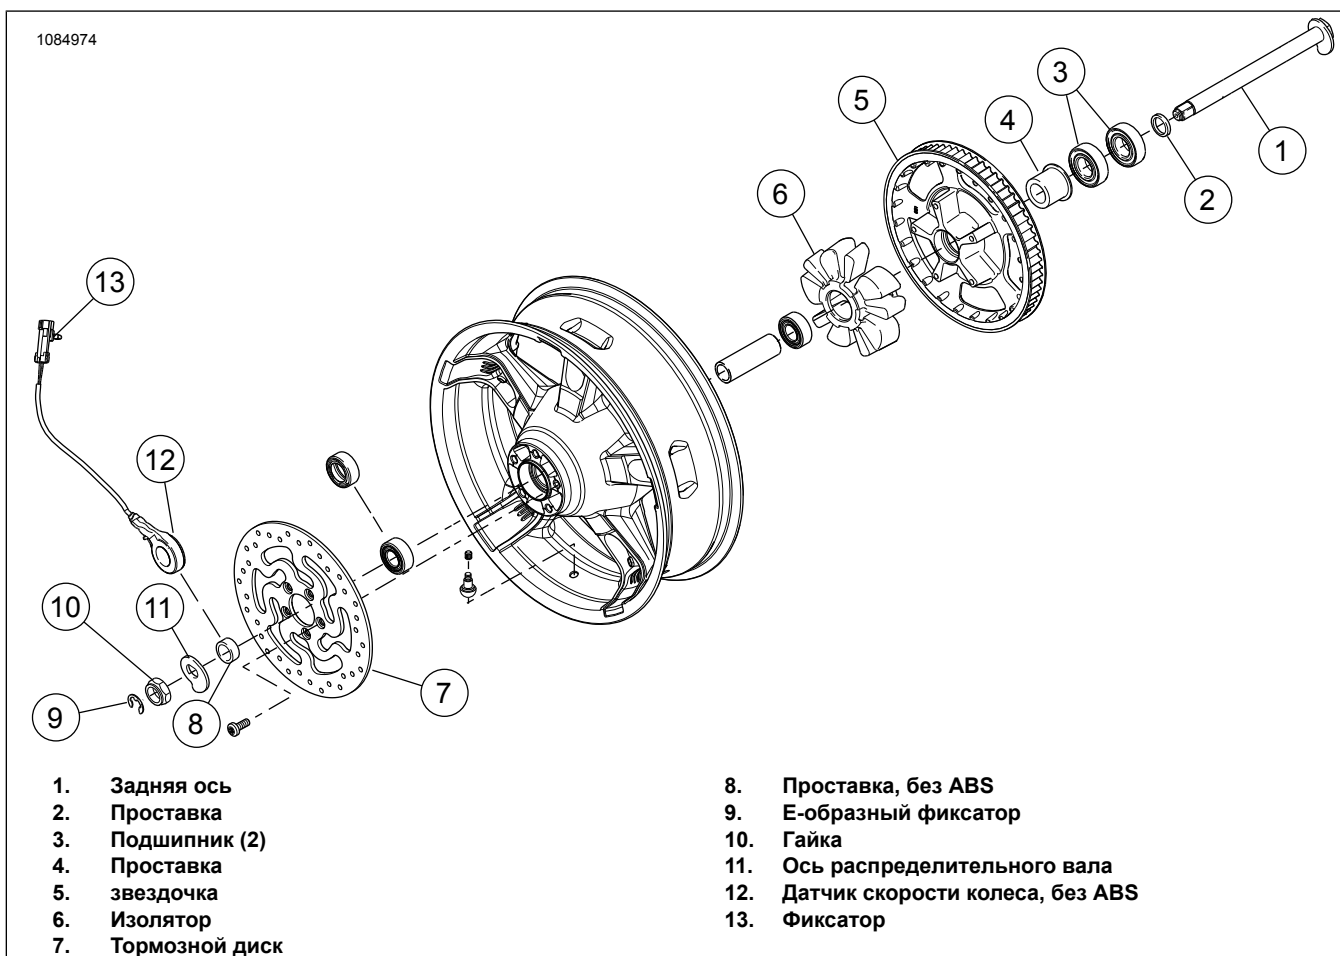

Рисунок 2. Детали заднего колеса для повторного использования
3. См. рис. 2. Снимите с мотоцикла существующее заднее колесо в сборе и разберите его. Перечисленные детали необходимы для повторной сборки. См. руководство по техническому обслуживанию.